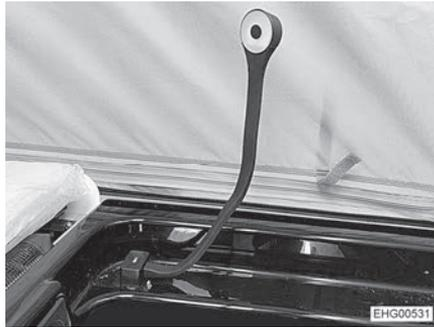
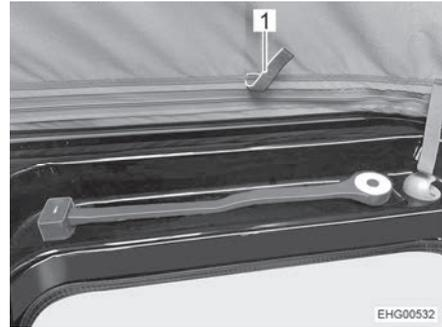

Fig. 65 Lámpara de cuello de cisne, posición de funcionamiento
Fig. 66 Luz de cuello de cisne, posición de transporte
- Volver a colocar la lámpara de cuello de cisne de la posición de funcionamiento (Fig. 65) a la posición de transporte (Fig. 66).
- Tirar la lona hacia dentro con las tiras (Fig. 66,1) previstas para ello.